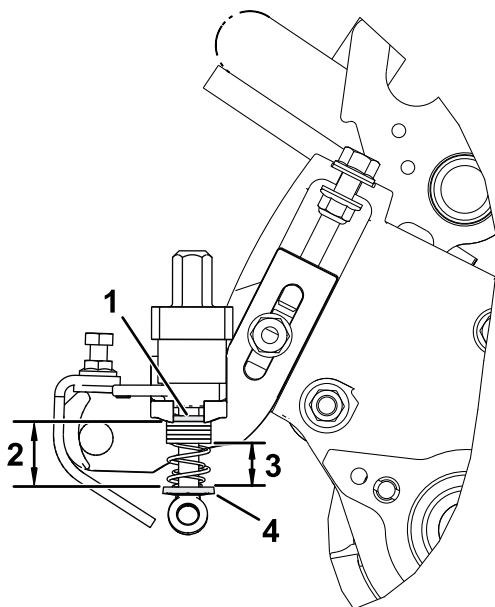

Рисунок 20
4. Измерьте расстояние между шайбами (текущую длину пружины), как показано на Рисунок 20.